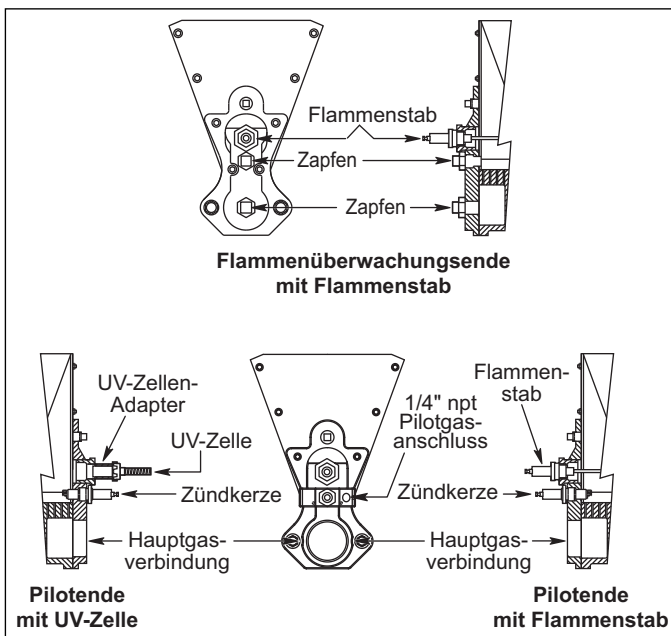

Abbildung 3.4 Beispiele von Endplatten
1. Je nach dem gewählten Flammensensor diesen wie in Abbildung 3.4 abgebildet in der entsprechenden Öffnung der Endplatte einsetzen und installieren.
Zündkerze in die entsprechende Öffnung der Endplatte einsetzen, wie in Abbildung 3.4 dargestellt.